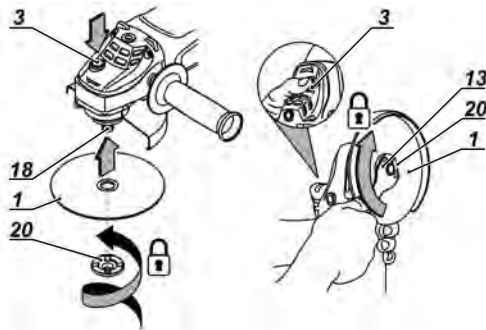

Fig. 8 – Cambio del disco
6 - Coloque la tuerca (20) en el eje y apriétela con la llave (13), Fig. 8;